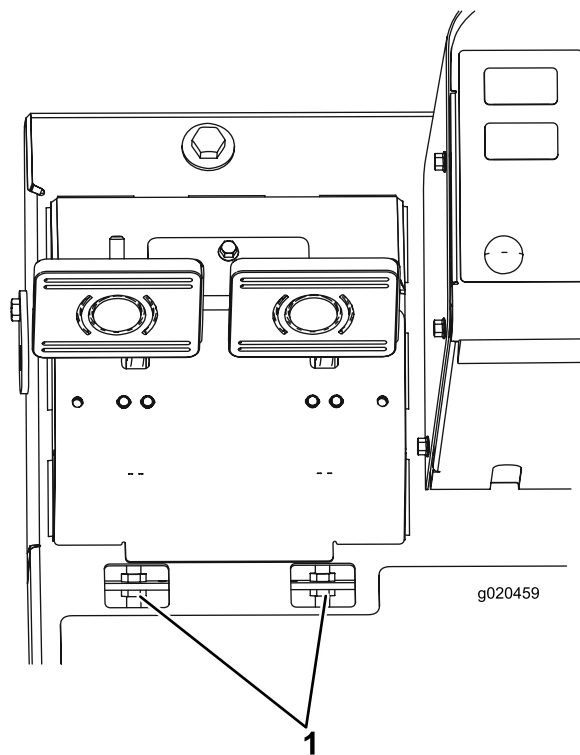

Figure 99
- B. Desserrez l'écrou avant sur l'extrémité fileté du câble de frein (Figure 99).